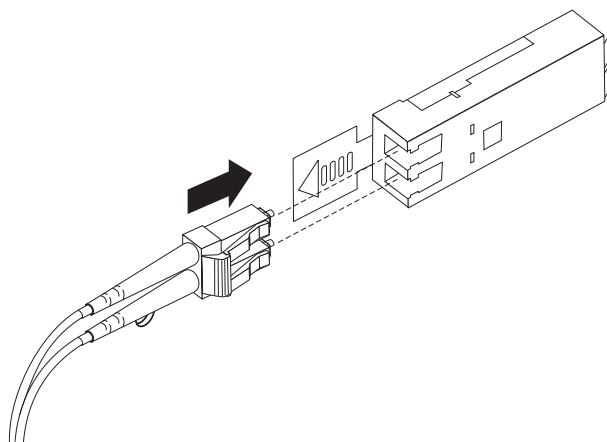

图 34. 将 LC-LC 光纤通道电缆插入到 SFP 模块中
4. 小心地将 LC-LC 电缆的这一端插入已安装在 DCS3700 中的 SFP 模块中。电缆接头是有槽口的，可确保它正确插入到 SFP 模块中。拿住接口，将其推入电缆直到咔嗒一声锁定到位，如图 34 中所示。